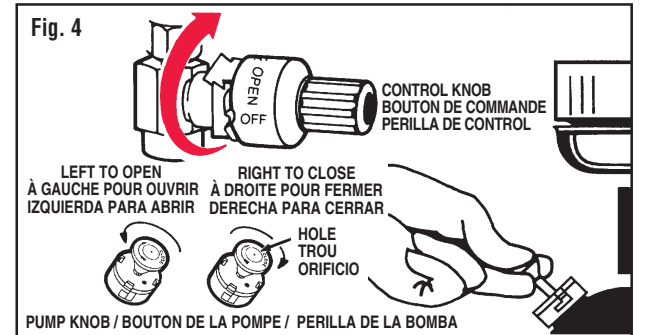

Fig. 4
- Be sure CONTROL KNOB is in the OFF position. (Fig. 4)
- Assurez-vous que le BOUTON DE COMMANDE soit bien réglé à la position OFF. (Fig. 4)
- Asegúrese que la PERILLA DE CONTROL esté en la posición de CERRADO. (Fig. 4)